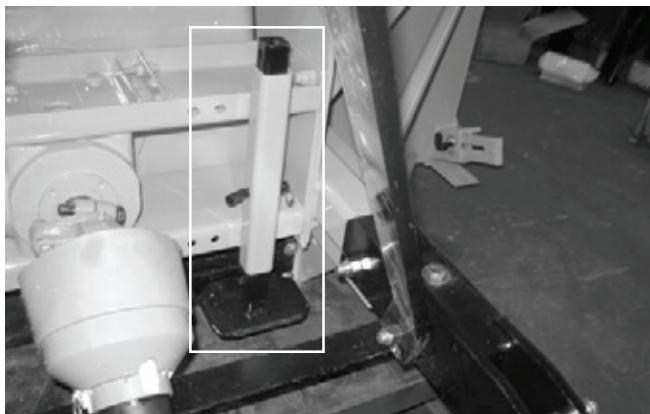

Figure 27
- 7) Après avoir installé la souffleuse sur le tracteur, relever la bâquille de soutien (Fig. 27).